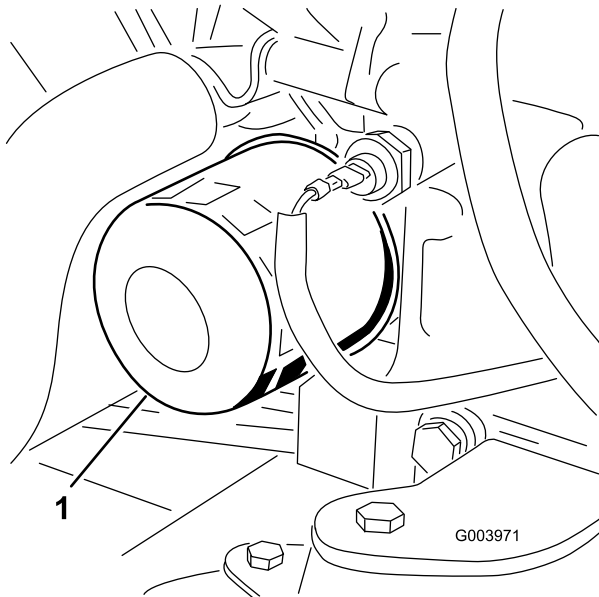

Bild 57
- Entfernen Sie den Ölfilter (Bild 57).